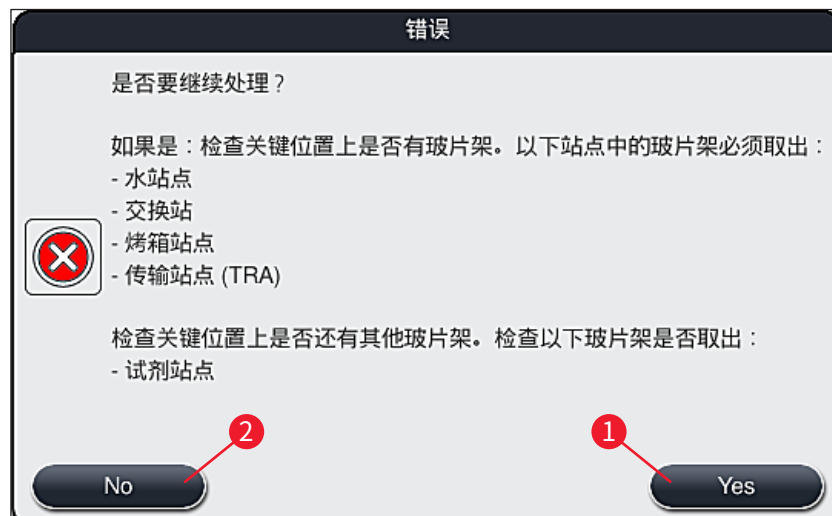

图 112
4. 随后，用户可选择继续 (→ 第 140 页 – 8.2.2 电源故障后继续执行染色过程) 或取消 (→ 第 141 页 – 8.2.3 电源故障后取消所有染色过程)(→“图 112”) 染色过程。
2. 根据前一条信息消息 (→“图 112”) 从仪器中取出需撤回玻片架，然后在屏幕上按下相应的站点 (→“图 113-1”) 确认取出。
取消染色过程和返回前一个选择菜单 (→“图 112”) 可按下 **取消按钮** (→“图 114-2”) 撤销。